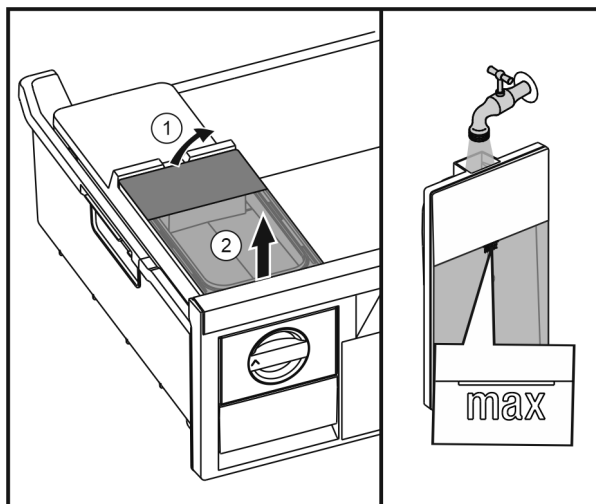

Fig. 31
- ▶ Поднять бак для воды сзади Fig. 31 (1) и извлечь движением вверх Fig. 31 (2).